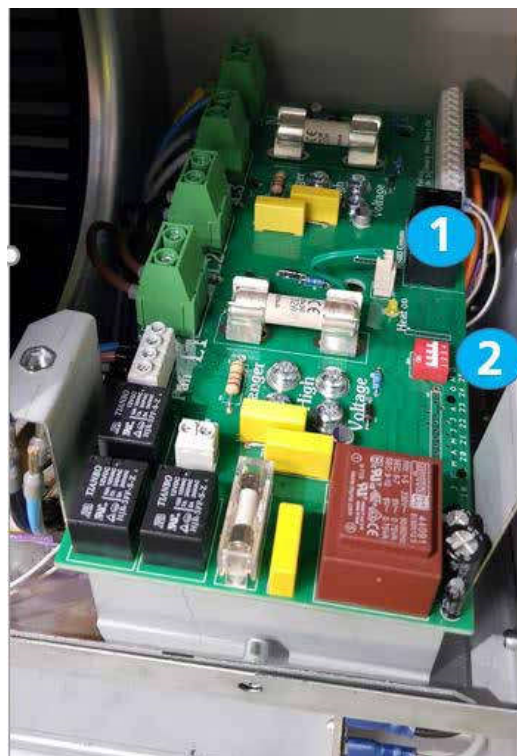

Fig. 33 Ubicación del sensor de temperatura del panel de control y del interruptor DIP
4. Con el panel de control fuera de la unidad, desconecte el cable azul [1] del sensor de temperatura, vea la Fig. 33 para la ubicación. Desatornille los ocho tornillos que fijan la tarjeta de control al disipador de calor y a la placa de montaje y levántela
Ajuste el interruptor DIP [2] de la Fig. 33 para la ubicación y siga la configuración de la dirección de red. Para más información, consulte la sección de la página 18 y el manual del panel de control D301023.